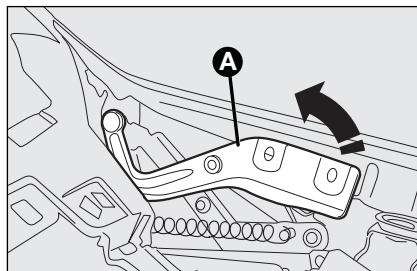

fig. 95
- ☐ plaats de steunstang van de motorkap **A-fig. 95** omhoog totdat hij hoorbaar vergrendelt;